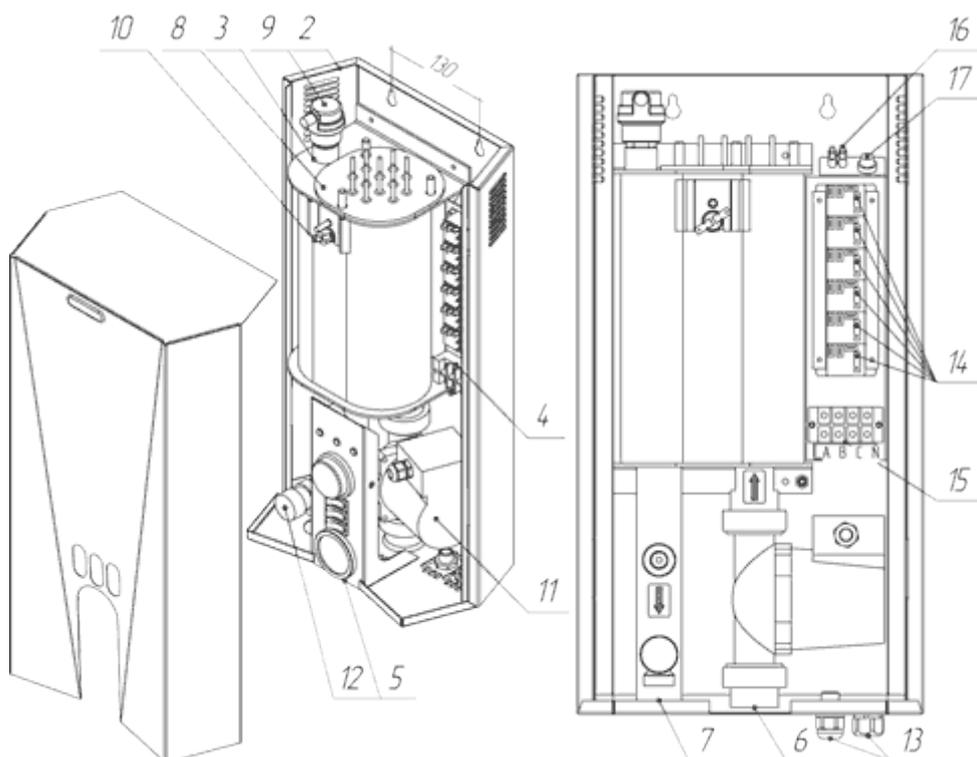

Рис.1
Водонагреватель Рис.1 состоит из кожуха (1), основания (2), теплообменника (3), монтажной панели (4) и панели управления (5) с расположенными на ней органами управления.